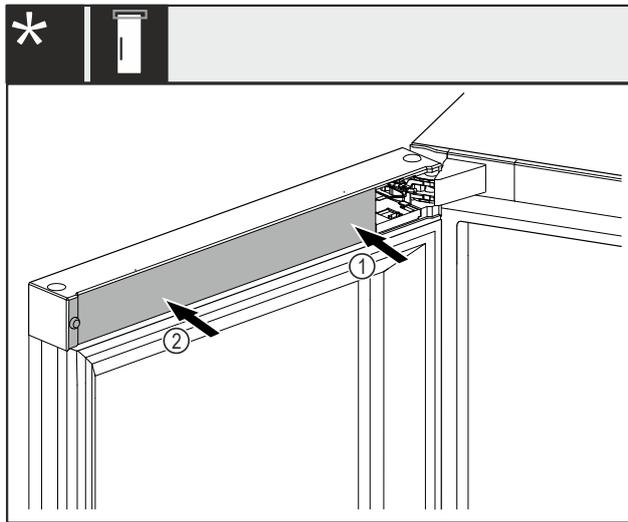

Fig. 49 *
- ▶ Abdeckung Fig. 49 (1) zuerst an der Lagerbockseite aufsetzen und einrasten.*
- ▶ Abdeckung Fig. 49 (2) an der Aussenseite aufsetzen und einrasten.*